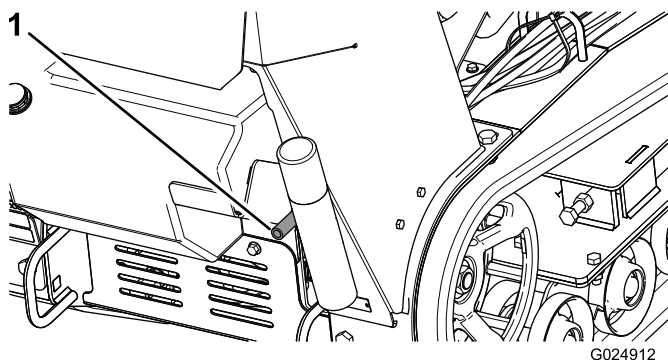

Figura 33
4. Coloque um recipiente debaixo do tubo de escoamento de óleo. Rode a válvula de drenagem de óleo para deixar o óleo drenar (Figura 32 e Figura 33).